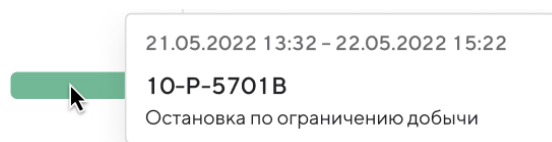

Рисунок 170 — Краткая информация события со статусом «Завершенное»
- Рисунок 170 — дополнительное окно с краткой информацией для события, по которому заполнена информация об остановке.